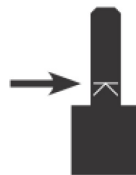

рис.5
- установить хвостовик фрезы (рис.4 поз.6) в цанговый зажим не менее чем на 20 мм, или до отметки на хвостовике, как показано на рис.5;